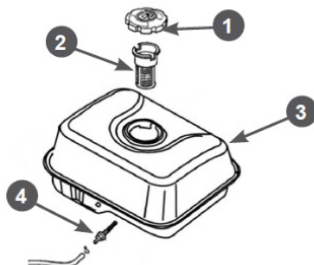
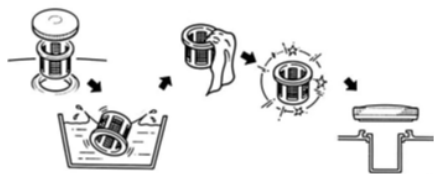

**Рис. 19 Обслуживание топливных фильтров**
**Рис. 20 Обслуживание фильтра топливного бака**
В топливном баке установлены два сетчатых топливных фильтра. Один фильтр устанавливается в заливной горловине топливного бака. Второй фильтр конструктивно объединен со штуцером топливного бака и установлен внутри бака (Рис. 19).
Топливный фильтр 2 (Рис. 19), установленный в горловине бака, проверяйте при каждой заправке бака топливом. При необходимости вынимайте сетчатый фильтр из бака и производите его очистку (Рис. 20). Регулярно проверяйте целостность сетчатого фильтра, при обнаружении механических повреждений замените сетчатый фильтр.
Через каждые 300 часов работы необходимо производить очистку топливного бака от грязи и конденсата. Одновременно с очисткой топливного бака необходимо проверять и очищать фильтр 4, установленный внутри бака (Рис. 19). Поврежденный или сильно загрязненный фильтр необходимо заменить.
3. Выкрутите из топливного бака выходной штуцер 4 и произведите его очистку (Рис. 19). Внимательно осмотрите сетчатый фильтр. При обнаружении механических повреждений замените штуцер топливного бака.